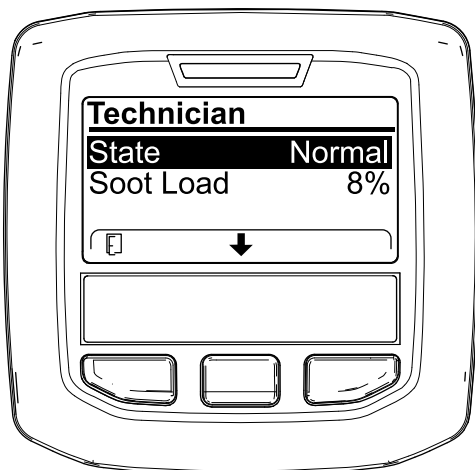

Figure 34
- Servez-vous du tableau de fonctionnement du FAP pour comprendre l'état actuel de fonctionnement du FAP (Figure 34).